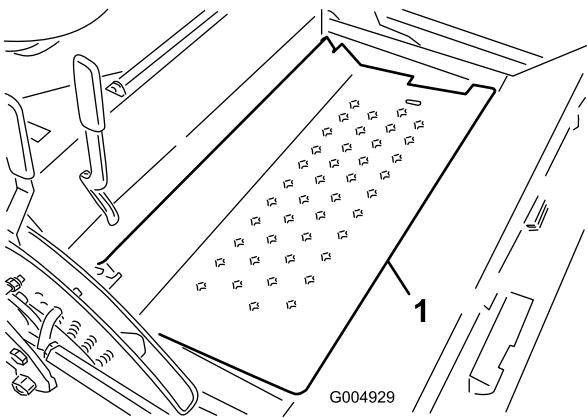

Figure 98
13. Ouvrez le panneau de plancher (Figure 98) et calez-le avec la béquille.